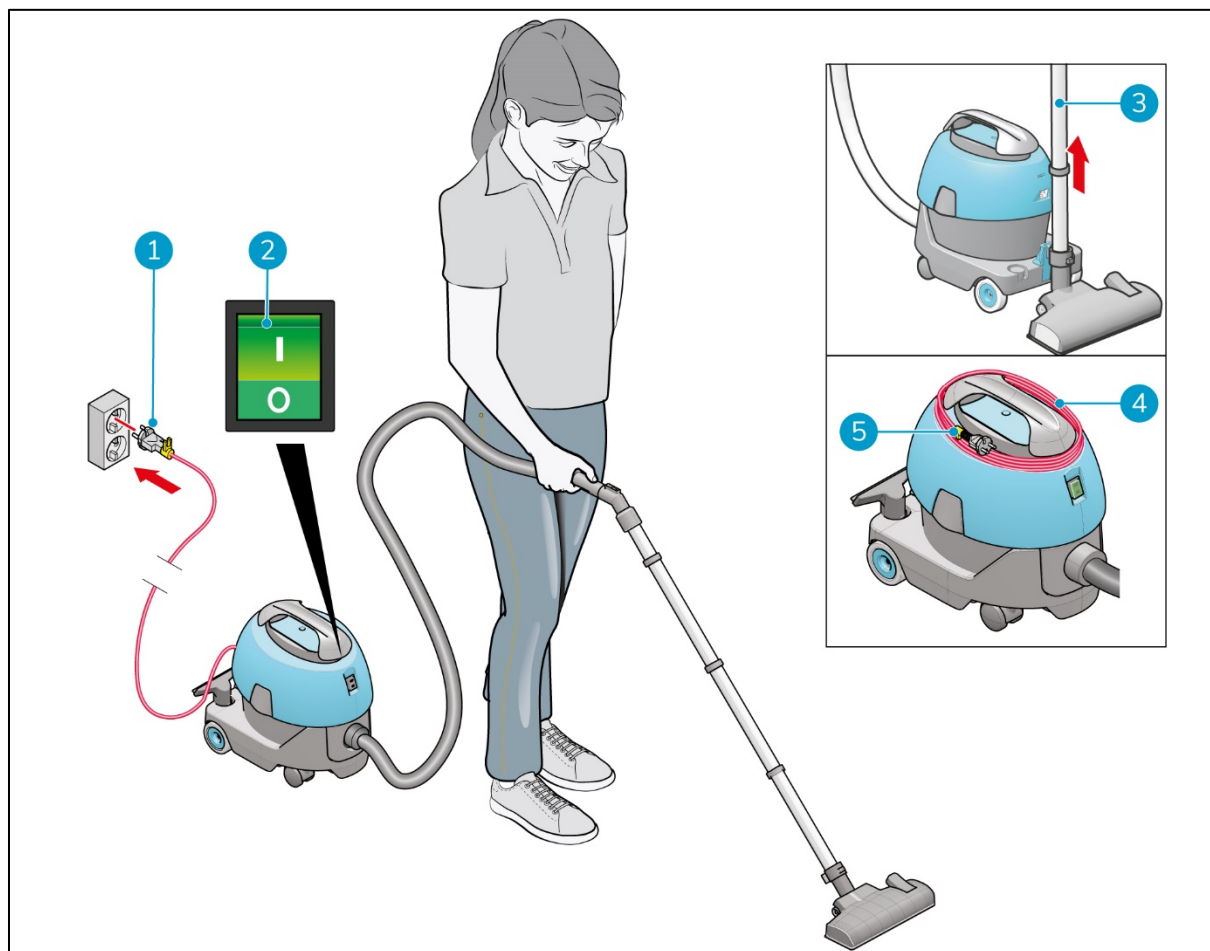

Figura 17
1. Coloque o cabo de alimentação principal na tomada de parede (Figura 17, posição 1).
2. Prima o interruptor ON/OFF (ligar/desligar) (Figura 17, posição 2) para colocar o i-vac® 5 em funcionamento. A luz verde no interruptor ON/OFF (ligar/desligar) acende.
3. Retire o tubo rígido do suporte (Figura 17, posição 3).
1. Prima o interruptor ON/OFF (ligar/desligar) (Figura 17, posição 2) para desligar o i-vac 5.
2. Remova o cabo de alimentação principal da tomada de parede (Figura 17, posição 1).
3. Enrole o cabo de alimentação principal em redor da zona superior do i-vac 5 (Figura 17, posição 4).
4. Coloque o grampo de cabos amarelo (Figura 17, posição 5) sobre o cabo.
5. Volte a colocar o tubo rígido no suporte (Figura 17, posição 3).